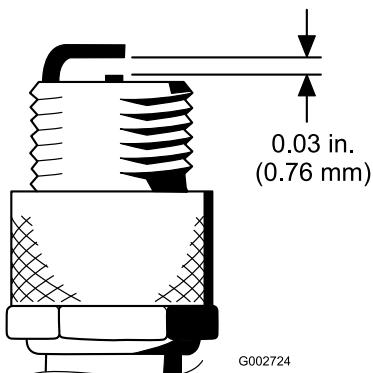

Figura 43
4. Impostate la distanza tra il centro e il lato degli elettrodi a 0,76 mm (Figura 43).